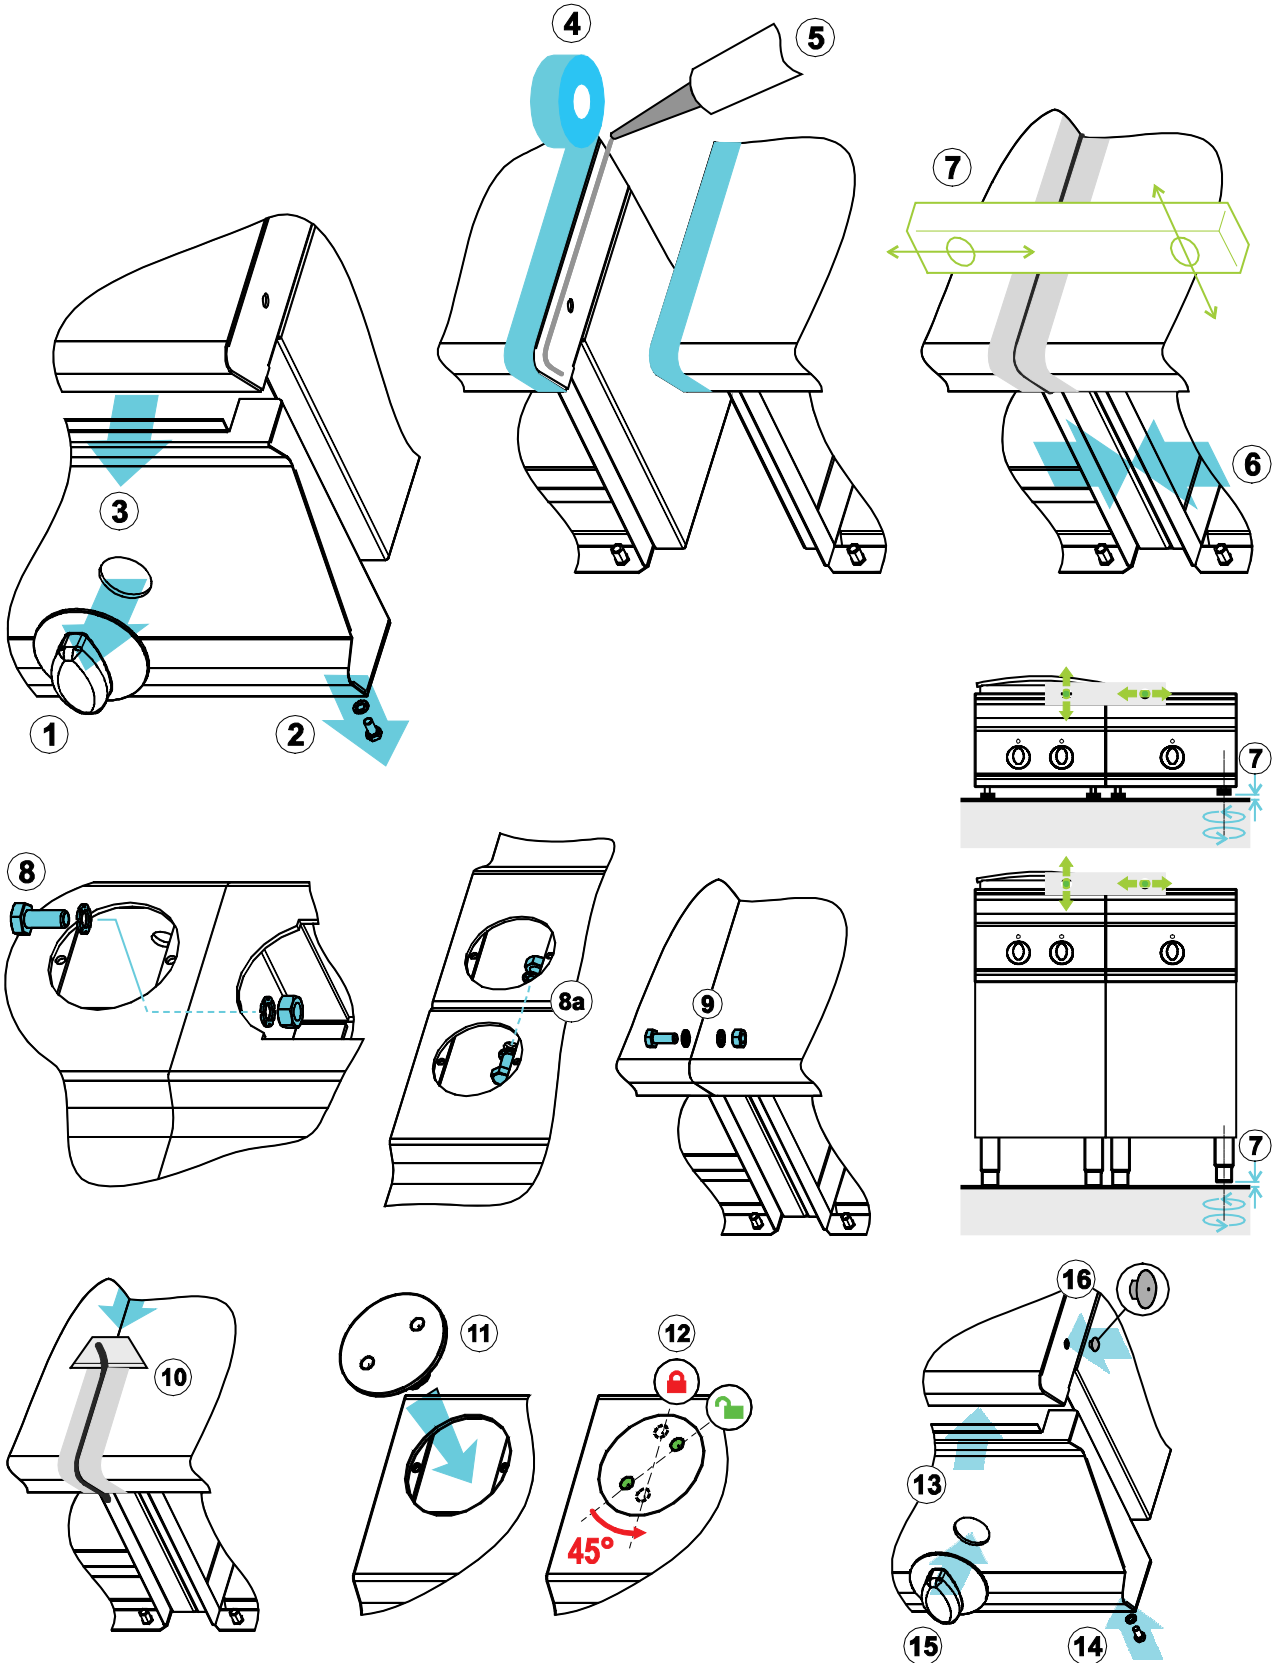

Fig.2 – Abb.2 – рис.2
Prima di procedere al collegamento rilevare i dati tecnici: tensione, frequenza, numero fasi e potenza sulla targhetta caratteristiche, necessari per l'alimentazione dell'apparecchiatura. L'installatore deve provvedere al collegamento previa interposizione di un interruttore principale, che deve interrompere l'erogazione d'energia in modo omnipolare. I contatti in apertura devono avere tra loro una distanza minima di almeno 3 mm per polo. Il dispositivo d'interruzione deve essere facilmente accessibile. Il cavo non deve essere posizionato vicino a fonti di calore; l'ambiente circostante al cavo non deve superare la temperatura di 50°C, deve essere protetto da un tubo metallico o di plastica rigida. L'apparecchio è fornito senza cavo d'alimentazione, quest'ultimo dovrà presentare caratteristiche non inferiori a H07 RN-F e dovrà avere una sezione minima come specificato in tabella. Per accedere alla morsettiera **|M|** fig.2 rimuovere il cruscotto svitando le viti poste nella parte inferiore del pannello stesso. Seguendo le indicazioni sullo schema elettrico, collegare i conduttori del cavo d'alimentazione
alla morsettiera. È indispensabile collegare l'apparecchiatura ad un'efficace presa di terra. A tale scopo in prossimità della morsettiera d'allacciamento, vi è una vite con il simbolo  al quale va allacciato il conduttore di terra. Prestare attenzione a far passare il cavo attraverso il passacavo **|P|** fig.2 vicino alla morsettiera, tenere inoltre il cavo in appoggio sul fondo bloccandolo con l'apposito pressa cavo **|AL|** fig.1. È indispensabile collegare l'apparecchiatura ad un'efficace presa di terra. L'apparecchiatura deve inoltre essere inclusa in un sistema equipotenziale. Tale collegamento viene effettuato mediante una vite contrassegnata dal simbolo  posta sul retro dell'apparecchio. Il filo equipotenziale deve avere una sezione di 10 mm².
- Ruotare la manopola **|A|** (fig.2) facendo collimare l'indice del cruscotto con la gradazione corrispondente alla temperatura di cottura desiderata.
pulsante |E| fig.2. Questa operazione deve essere eseguita da un tecnico specializzato.
asciugata con cura. I sughi vengono raccolti nel cassetto |B| fig.2; è consigliabile svuotare il cassetto giornalmente.
Before connecting the appliance note the specifications: voltage, frequency, number of phases and power on the data plate, relevant to the power input of the same. The installer must make the connection after having installed a main switch, which should disconnect every pole supplying electrical power to the appliance. The switch supplying electrical energy to the appliance must have a minimum distance of at least 3 mm between the poles when the contacts are open. The switch must be easy to reach. The power lead must not be installed anywhere near heat sources and the temperature of the place in which the cable is installed must not rise above 50°C. The cable must be protected by a rigid metal or plastic tube. The appliance is supplied without a power cable. The electric cable used to supply power to the appliance must at least meet H07 RN-F standards. It must have the minimum section indicated in the table (fig.1). To reach terminal board **|M|** fig.2, remove the control panel by loosening the screws on the lower part of the
Following the indications in the wiring diagram, connect the wires of the power cable to the terminal board. The appliance must be connected to a good earth. There is a screw marked with the symbol ⏏ near the terminal board where the earth conductor should be connected. Make sure you slide the cable through the relevant hole **|P|** fig.2 near the terminal board, hold the cable in place until you can block it with cable clamp **|AL|** fig.1. The appliance must be connected to a good earth. The appliance must also be connected to an equipotential earth. Connect the earth with the screw marked ⏏ on the rear panel of the appliance. The equipotential wire must have a section of 10 mm².
- Turn knob **|A|** fig.2 so that the indicator mark on the control panel corresponds to the desired cooking temperature.
To turn the appliance on again, press button |E| fig.2. This must be done by a specialised technician.